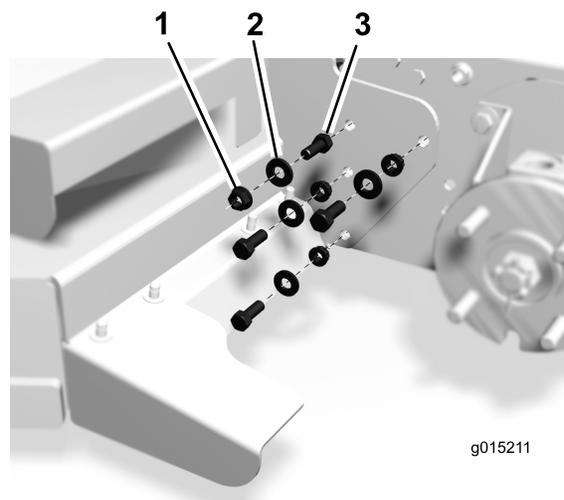

Figura 3
4. Montate 8 bulloni & Bolt3_8x1, rondelle curve e dadi flangiati per fissare il piatto di taglio rotante all'unità di potenza. Notate l'orientamento del bullone nella Figura 3. Accertate che il piatto del motore sia parallelo al piatto del tosaerba di +/- 0,5 prima di stringere i bulloni di fissaggio.
Nota: Figura 3 mostra i fermi fuori dall'unità del tosaerba per illustrare meglio quale configurazione va con ogni foro. Montate i bulloni e le rondelle insieme sullo stesso lato del telaio.